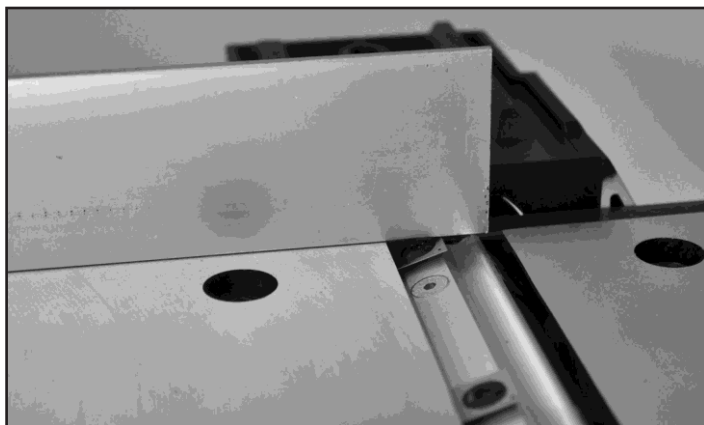

FIG. 24
3. Avec une longue règle en métal, placez-le dans le sens de la longueur le long de la table de sortie de manière à ce qu'il se prolonge sur la fraise-plaquette à son point de rotation le plus élevé. Vérifiez les mesures sur la fraise à insérer à l'extrême droite, puis à l'extrême gauche de la tête de coupe. FIG. 24.